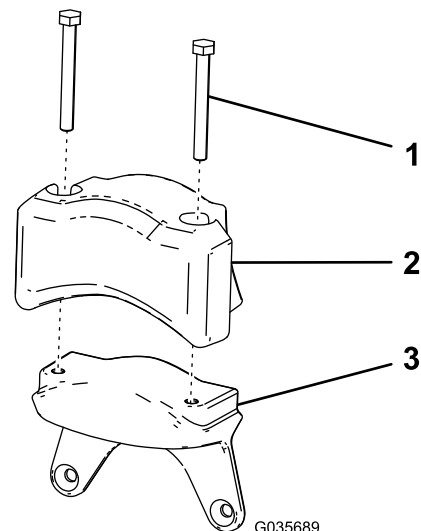

Figura 9
1. Monte el contrapeso eléctrico y los 2 tornillos (5/16" x 3/4") que retiró en el paso 5 de 2 Preparación de la unidad de corte (página 2) en el peso nuevo (Figura 9).